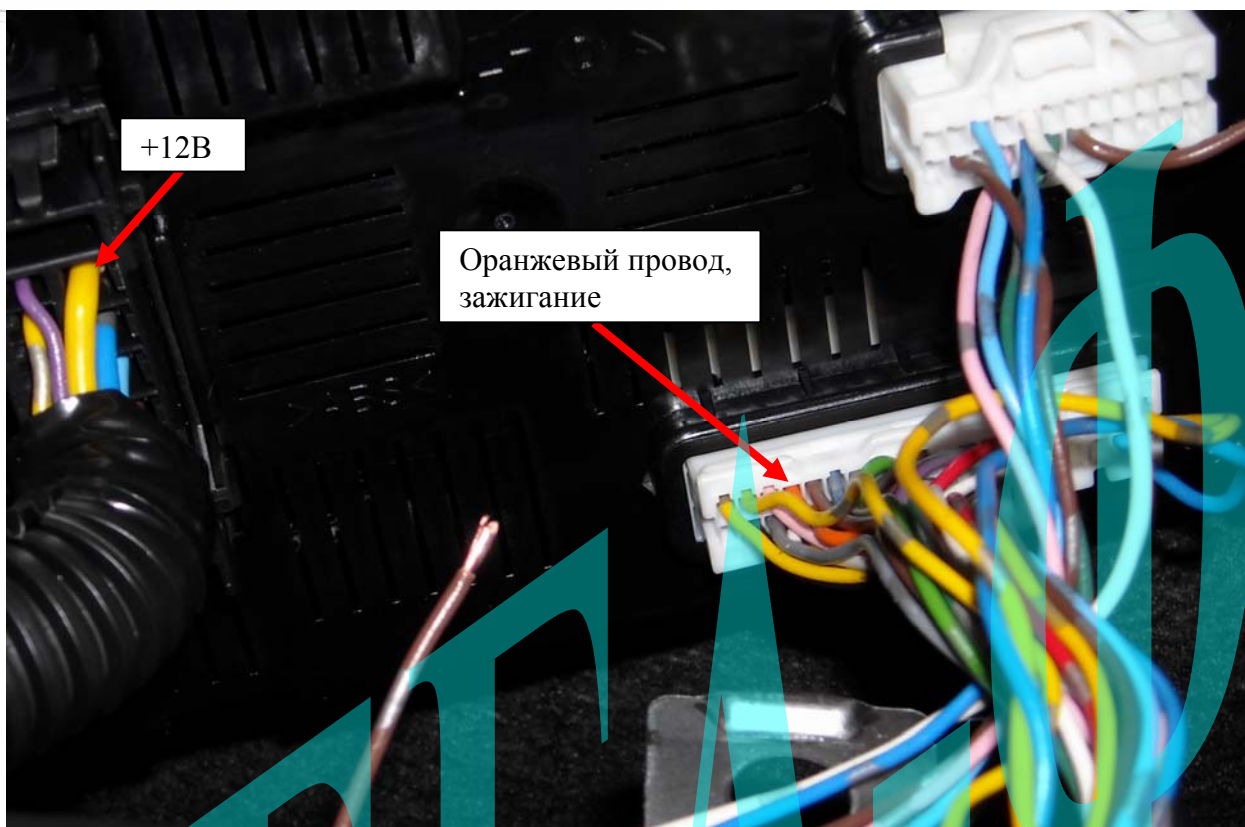

Рис. 5: Подключение цепи зажигания и питания +12В.
В качестве датчика зажигания возможно использование красного провода разъема замка зажигания. См. рис. 5. К этому проводу подключаем зеленый провод разъема CN3 системы Scher-Khan Magicar 6 (B). Также зажигание можно подключить к оранжевому проводу (контакт №24) белого 40-контактного разъема М 57 блока ВСМ.
Питание +12 В можно взять с синего провода разъема замка зажигания. К этому проводу подключаем красный провод разъема CN1 системы Scher-Khan Magicar 6 (B) через предохранитель 5 А (входит в комплект). Питание также можно подключить к желтому проводу черного разъема BCM (см. рис. 5).